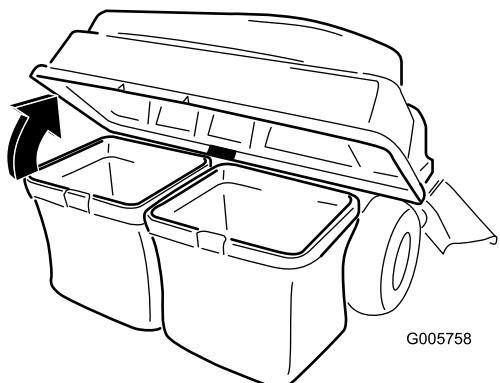

Figure 25
- Ouvrez (soulevez) le couvercle du système de ramassage (Figure 25).